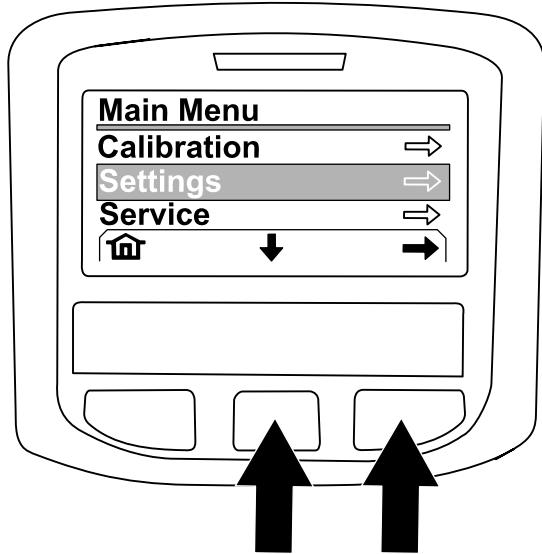

Figura 226
4. No ecrã de MENU PRINCIPAL, pressione o botão central para navegar até à opção de DEFINIÇÕES e pressione o botão direito para selecionar a opção (Figura 226).